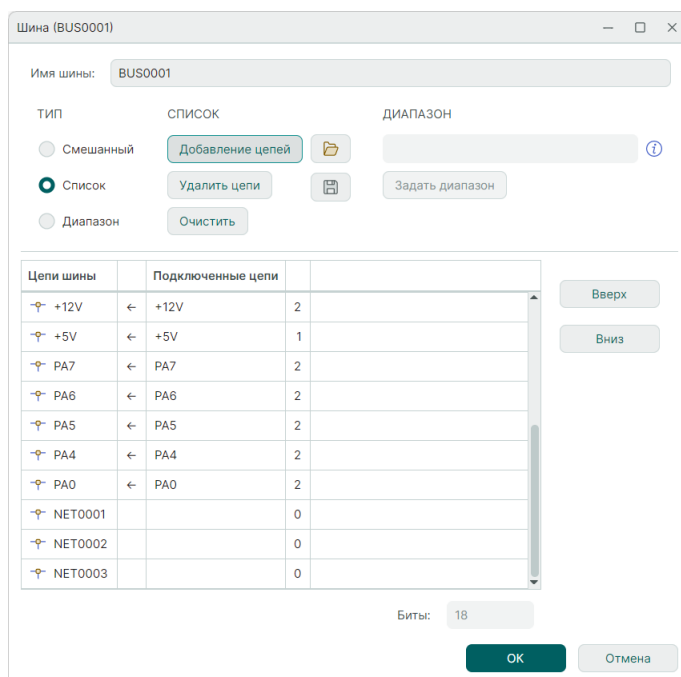

Рис. 175 Цепи, добавленные в шину через редактор списка цепей
5. Нажмите кнопку «ОК», тем самым подтверждая добавление цепей в список цепей, подключенных к шине. Добавленные цепи будут отображаться в списке цепей, подключенных к шине, в окне редактора списка цепей, см. Рис. 175.